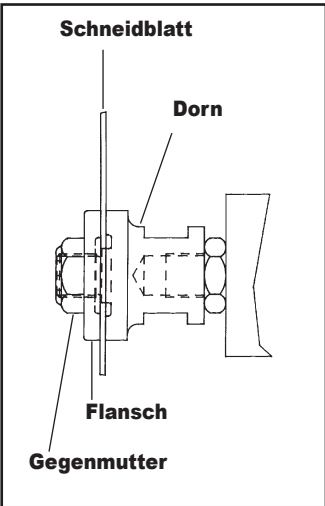

ABB. 2
a. Standarddorn – Schneidblatt in den Dornansatz (Durchmesser = 5/8" (15,9 mm), siehe Abb. 2) einsetzen. Bauen Sie den Flansch mit der entlasteten Seite zum Schneidblatt hin ein. Schrauben Sie anschließend die Gegenmutter auf. Ziehen Sie, während Sie einen Schraubenschlüssel (im Lieferumfang) an den flachen Seiten des Dorns (7/8) angesetzt haben, die zum Dorn zugehörige Gegenmutter fest. Das Schneidblatt muss vollständig auf dem Dornansatz sitzen und bündig zur Dornoberfläche liegen.